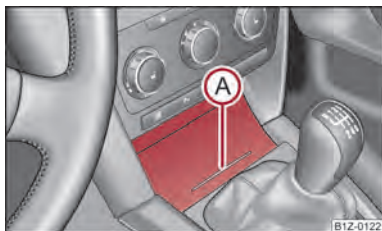

Fig. 79 Consola central, delante: Porta-objetos
- Presione la parte inferior de la tapa del compartimento portaobjetos en la zona (A) ⇒ fig. 79 - la tapa se abrirá.